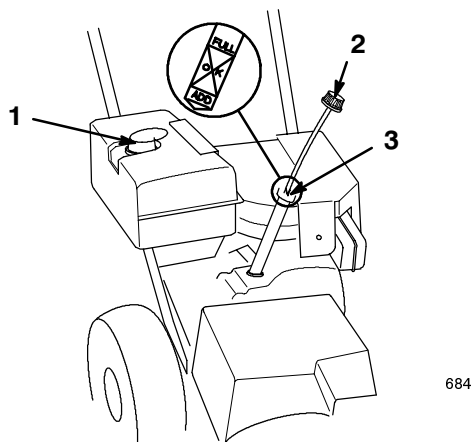

Figure 13
- Nettoyez la surface autour de la jauge d'huile (Fig. 13).
- Retirez la jauge du carter moteur (Fig. 13).
1. Nettoyez la surface autour du bouchon du réservoir de carburant (Fig. 13).